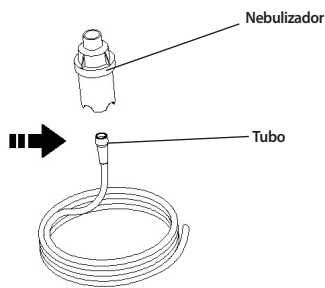

Figura 6-2
10. Presione con firmeza el otro extremo del tubo sobre la parte inferior de la copa del nebulizador (Figura 6-2).